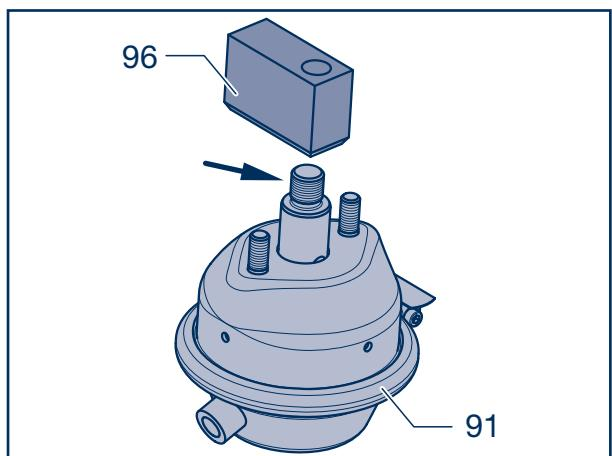

Fig. 2
- [6] Bei der Montage des Sperrklotzes (96) Gewinde (Fig. 2, Pfeil) fettfrei mit Loctite AVX einstreichen und bis zum Anschlag festziehen.
- [7] Membranzylinder (91) mit Sperrklotz (96) und Distanzscheiben (91/1) auf die Konsole bauen. Federringe (98) und Sechskantmuttern (99) M 12 x 1,5 mit dem vorgeschriebenen Anzieldrehmoment von 86 Nm montieren.